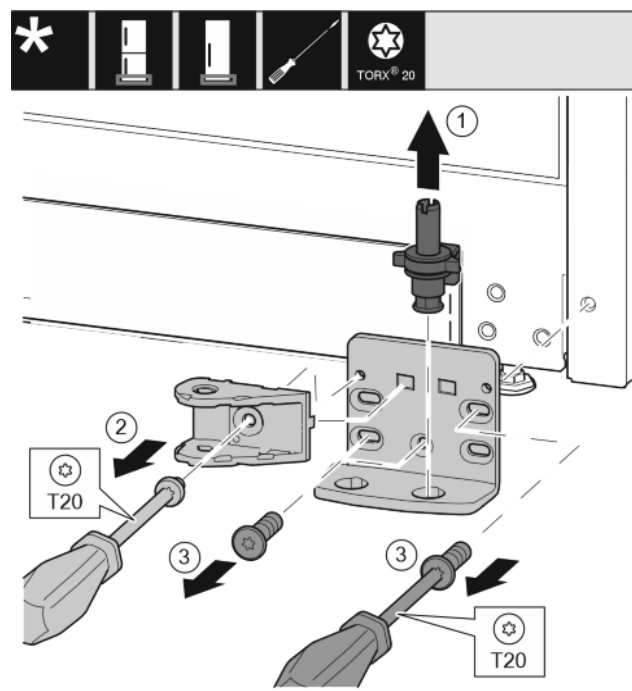

Fig. 27
- ▶ Kompletną płytkę zawiasu wyjąć w górę. Fig. 27 (1)
- ▶ Śrubę wykręcić przy pomocy śrubokręta T20 i zdjąć połączenie amortyzatora zamykania. Fig. 27 (2)
- ▶ Śruby wykręcić przy pomocy śrubokręta T20 i zdjąć płytkę zawiasu. Fig. 27 (3)